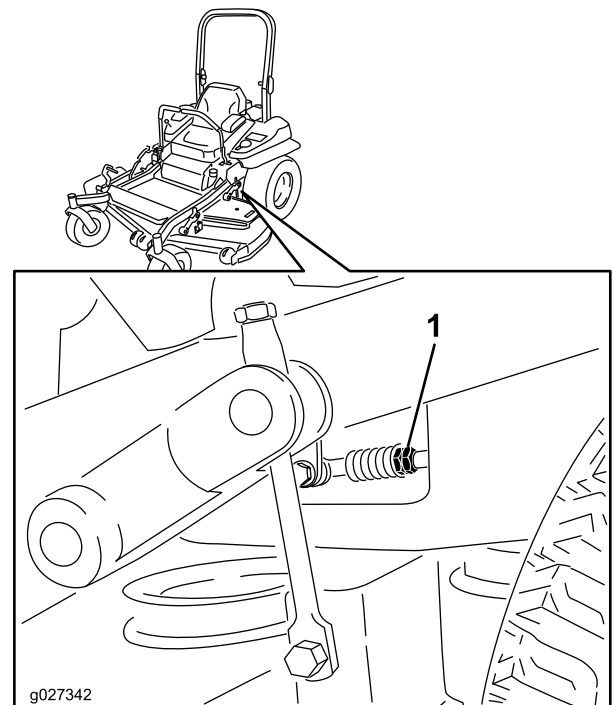

Figura 80
- Ajuste la longitud de las varillas de control de las bombas girando las tuercas dobles de la varilla en el sentido apropiado, hasta que las ruedas se muevan ligeramente en marcha atrás (Figura 80).